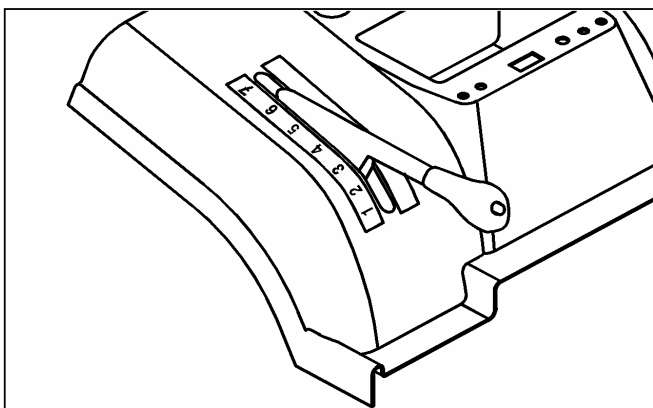

Fig. 20
### REGLAGE DE LA HAUTEUR DE COUPE fig.20
2. La coupe dans la position supérieure fig.20